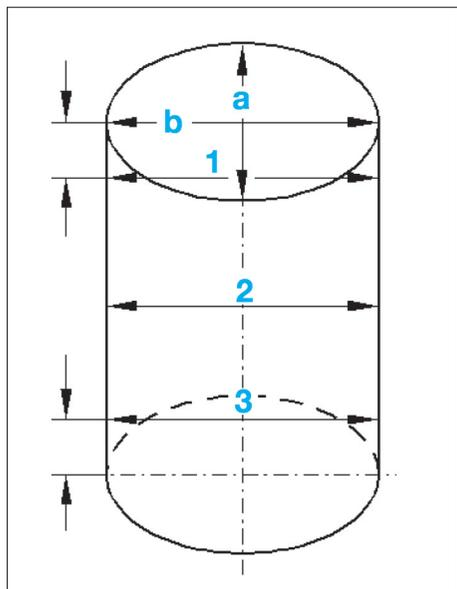

Fig. 4
L'alésage des cylindres se mesure en trois points (1), (2), (3), selon 2 plans (a) et (b) (Fig.4).